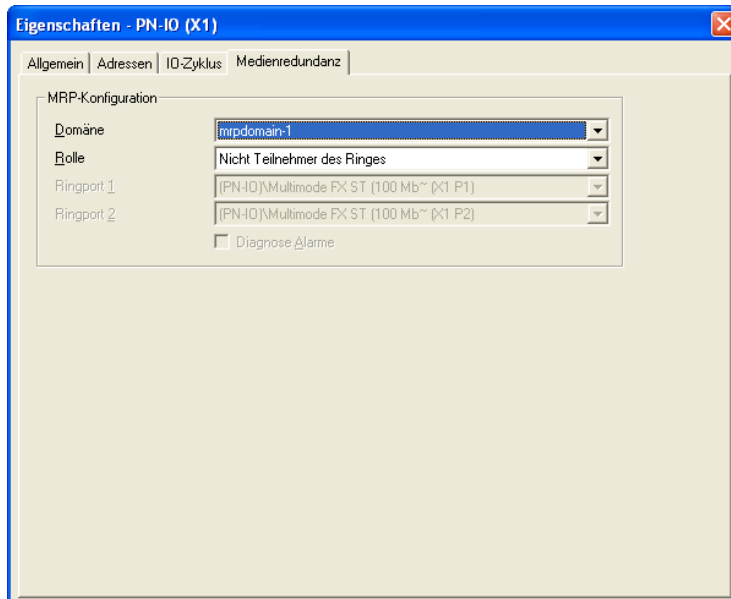

Abb. 13: Dialog zur Eingabe der Medienredundanz
- Wählen Sie unter **MRP-Konfiguration/Domäne** die gewünschte MRP-Domäne für den Teilnehmer aus (siehe Abbildung 13).
- Wählen Sie unter **MRP-Konfiguration/Rolle** die gewünschte Rolle des Teilnehmers im Ring aus (siehe Abbildung 13).